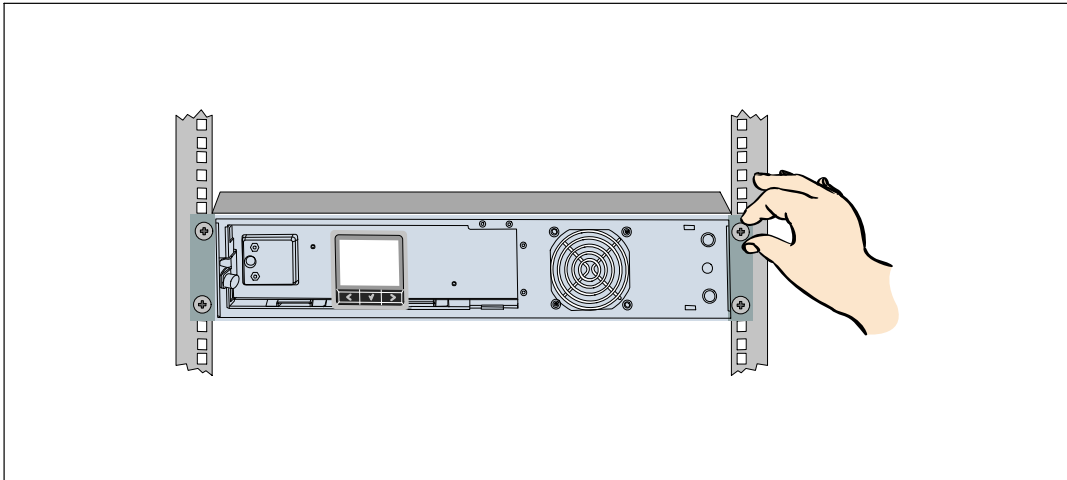

図 16. キャビネットの固定方法
- 7 マウンティングブラケットにある4つの蝶ネジを使って、キャビネットの前方をラックに固定します（図 16を参照）。手で強く締めてください。電動工具は使用しないでください。その他のキャビネットも同じ方法で固定します。